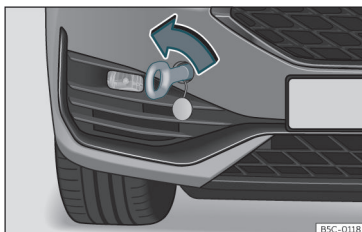

Fig. 48 Parte derecha del parachoques delantero: argolla de remolque enroscada.
- Enrosque la argolla de remolque en el alojamiento girándola al máximo **en el sentido contrario al de las agujas del reloj** >>> **fig. 48** >>> **⚠**. Utilice un objeto adecuado con el que pueda enroscar completa y firmemente la argolla de remolque en su alojamiento.